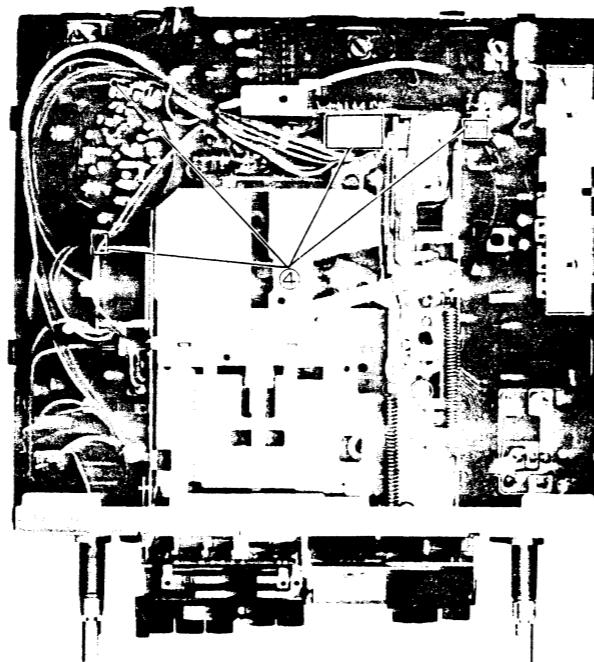

Figure 5-3
- (4) Remove the three sockets and disconnect the lead soldered on the motor PWB. Then the mechanism can be taken out. (See figure 5-3).
- (4) Die drei Steckbuchsen abtrennen, und das Zuleitungskabel zur Motorenleiterplatte (angelötet) entsprechend ablösen. Die Mechanismuseinheit kann dann herausgenommen werden. (Siehe Abbildung 5-3)
- (4) Déposer les trois douilles et débrancher le fil soudé à la PMI du moteur. Puis le mécanisme peut être déposé. (Voir la Figure 5-3).